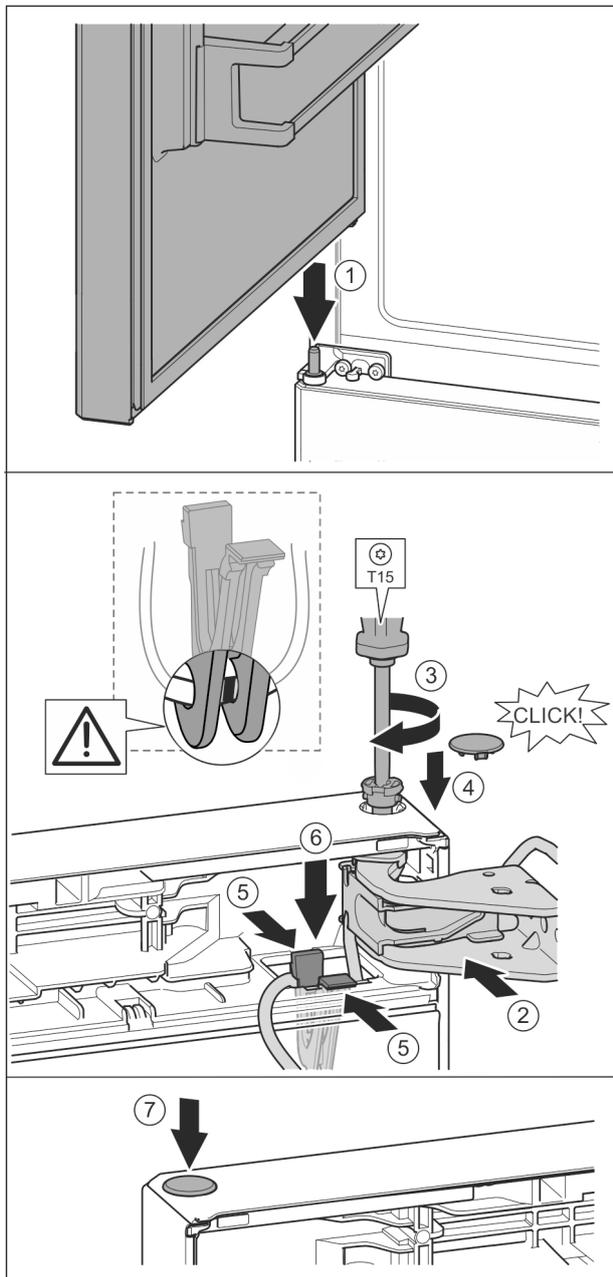

Fig. 36
- ▶ Mettere la porta superiore sul perno di supporto centrale. *Fig. 36 (1)*
- ▶ Allineare la porta in alto all'apertura nel blocco di supporto. *Fig. 36 (2)*
- ▶ Inserire i perni e stringere con il cacciavite T15. *Fig. 36 (3)*
- ▶ Montare la copertura di sicurezza a protezione della porta: inserire la copertura di sicurezza e controllare se appoggia sulla porta. Altrimenti inserire completamente il perno. *Fig. 36 (4)*
- ▶ Inserire nell'apertura il supporto con il relativo cavo fissato. *Fig. 36 (5)*
- ▶ Spingere il supporto verso il basso fino all'innesto in posizione della linguetta. *Fig. 36 (6)*
- ▶ Inserire i tappi. *Fig. 36 (7)*